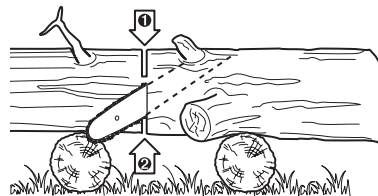

Fig. 34
3. Quando o tronco é suportado em ambas as extremidades (Fig. 34), corte 1/3 do diâmetro a partir do lado superior (corte transversal sobre a parte superior). Em seguida, proceda ao corte final com um corte transversal sobre 2/3 da parte inferior até alcançar o primeiro corte.